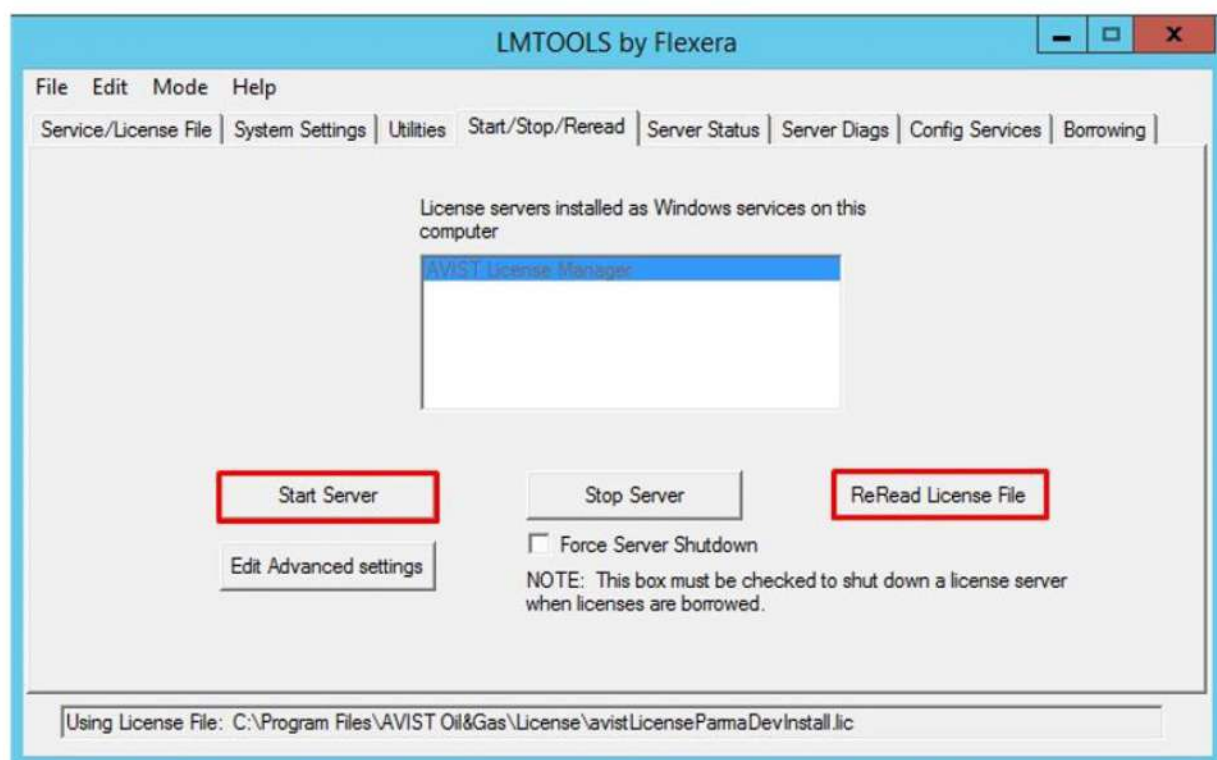

Рисунок 13 - Вкладка Start/Stop/Reread
12) Перейти на вкладку **Start/Stop/Reread** и нажать сначала кнопку **Start Server**, а затем – **Reread License File** (Рисунок 13).